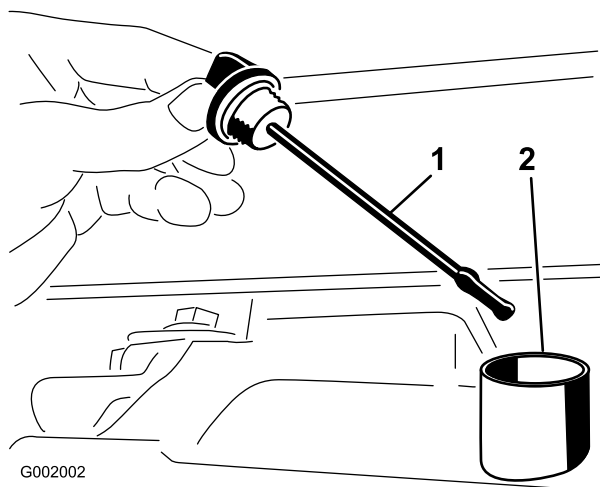

Figura 68
2. Togliete l'asta di livello dal transaxle ed asciugatela con un panno pulito (Figura 68).